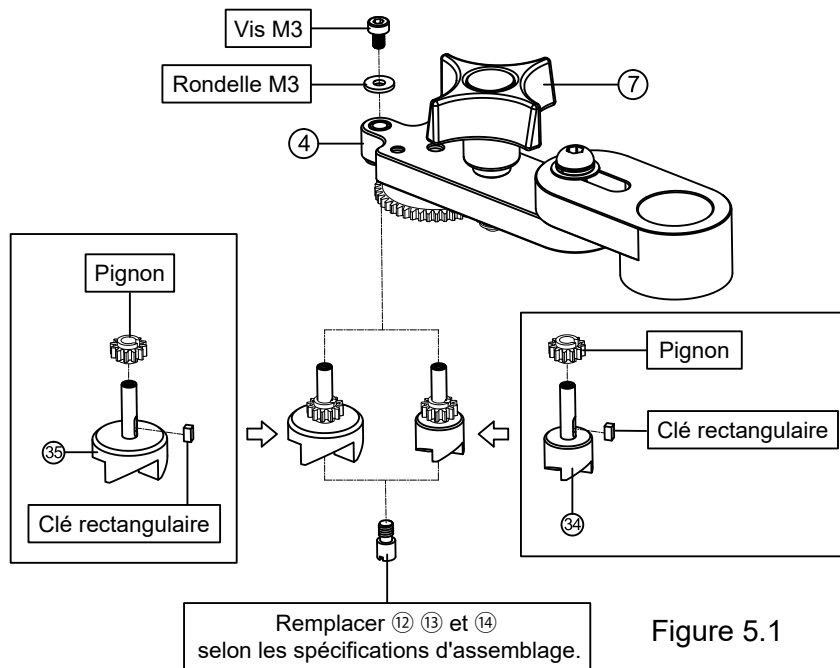
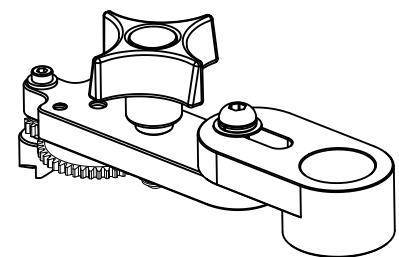

Figure 5.1
Figure 5.2
1. Utiliser une clé hex de 2.5mm (31) pour dévisser la vis M3 et démonter les pièces restantes comme indiqué dans la Figure 5.1.
3. Assembler les pièces concernées dans l'ordre indiqué à la Figure 5.1 pour former l'assemblage montré à la Figure 5.2. Tourner la molette du corps principal (7) pour vous assurer que l'ensemble du mécanisme fonctionne correctement.